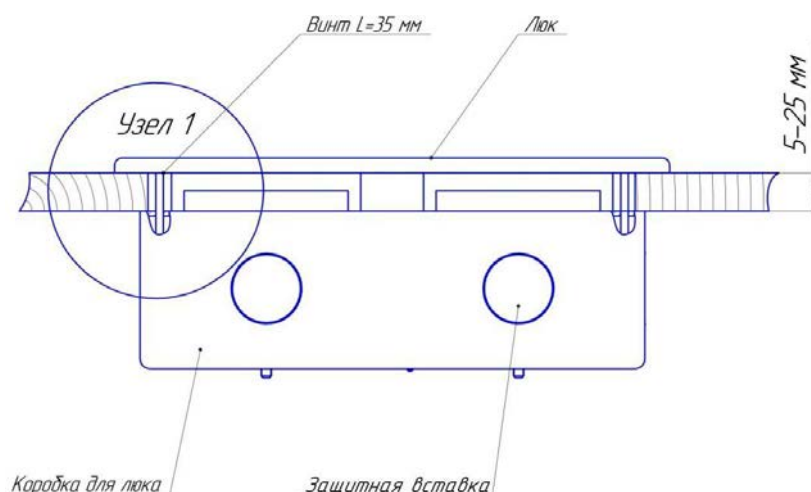

Рис. 3
3. Через отверстия кабельных вводов ввести в коробку трубы с кабелем сечением до 2,5 мм2, предварительно проложенные в подпольном пространстве фальшполов (рис. 3).